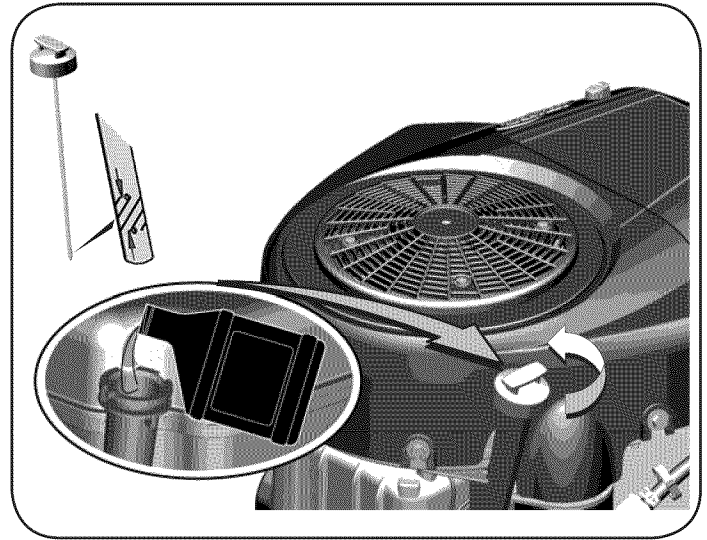

Figura 19
5. Retire la varilla y controle el nivel de aceite. Debería llegar a la marca de la varilla que indica que está lleno. Vea la Figura 19.